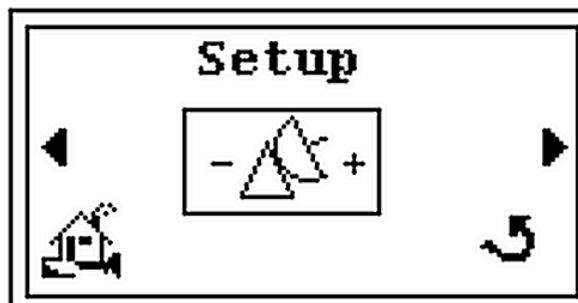

Abbildung 2-46 Setup-Bildschirm
3. Drücken von  und der *Setup-* Bildschirm erscheint (Abbildung 2-46).